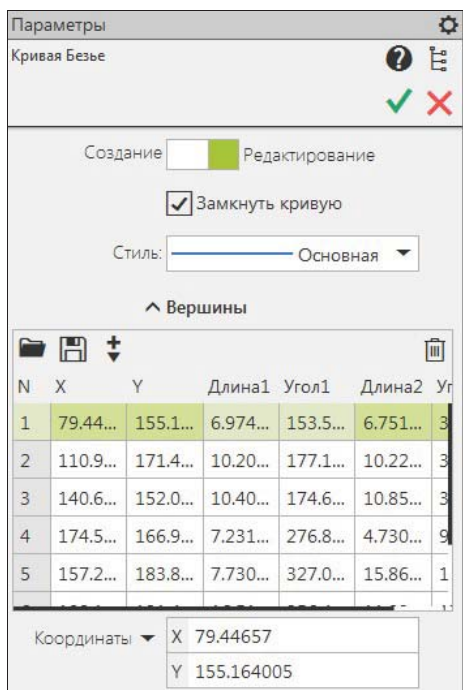

Рис. 6.22. Панель Параметры: Кривая Безье
- ◆ задайте точки, через которые должна пройти кривая Безье. Их координаты вы можете увидеть в окне **Вершины** на панели **Параметры: Кривая Безье** (рис. 6.22);